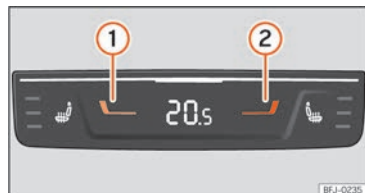

Abb. 114 In der Mittelkonsole hinten: Bedienelemente für die Temperatur der Climatronic für die hinteren Sitzplätze.
- Drücken Sie die Tasten **1** und **2** » (Abb. 114), um die Temperatur für die hinteren Sitzplätze einzustellen.